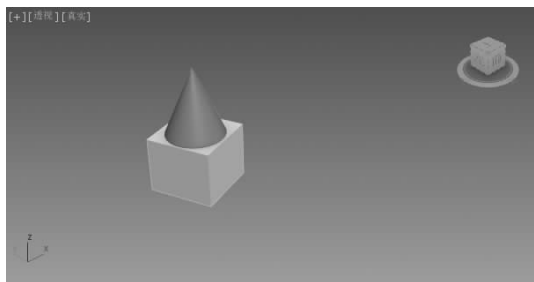

图 3.16 创建圆锥体
(3) 单击“几何体”按钮 , 在“对象类型”卷展栏下单击“圆锥体”按钮, 创建的圆锥体如图 3.16 所示。